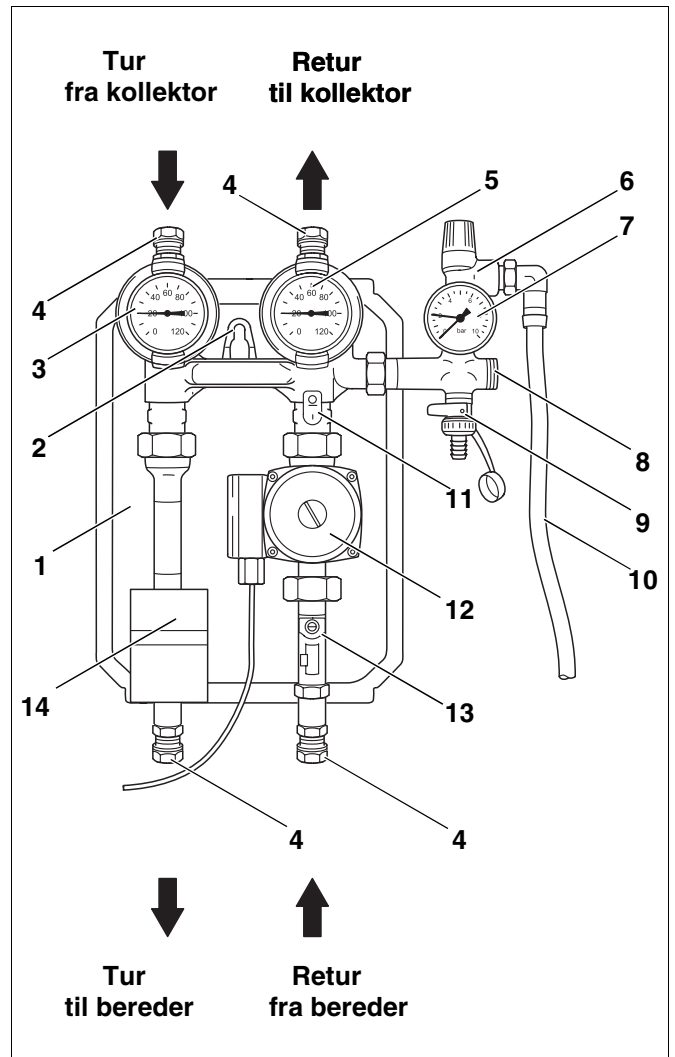

Fig. 7 Komplet stasjon KS 01...
Sirkulasjonspumpen (fig. 7, **pos. 12**) er integrert i de komplette stasjonene KS 0105, KS 0110 og KS 0120 (fig. 7).